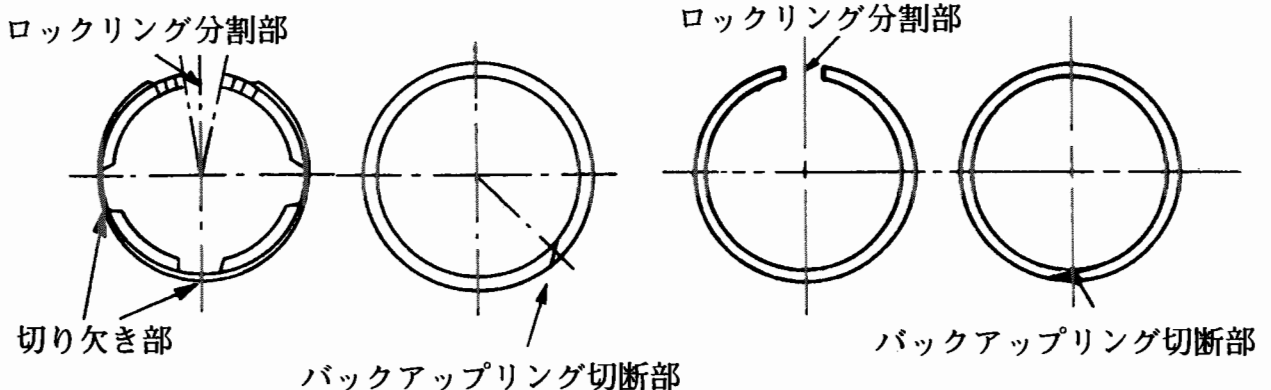

図12 ロックリング分割部とバックアップリング切断部の位置関係
(1) 呼び径75~150では、ロックリングの分割部または切り欠き部以外の所に位置させる{図12(a)参照}。
(2) 呼び径200~450では、ロックリングの分割部と約 180° ずれた位置にする{図12(b)参照}。